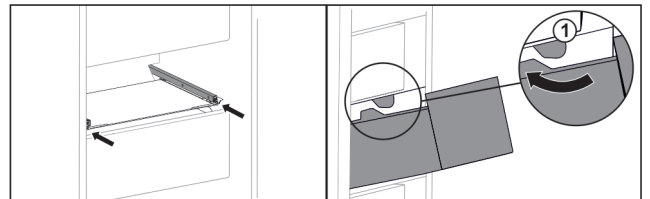

Fig. 160
- ▶ Schubfach um die Stopper Fig. 160 (1) herumführen.